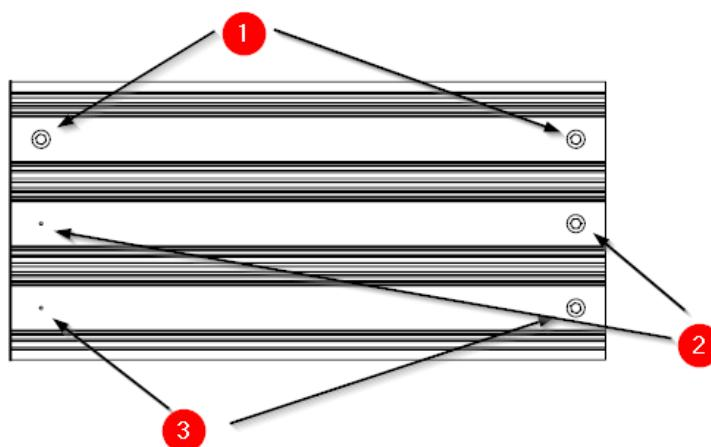

*Abb. 2 Entfernen der Frontabdeckungen*
Um das Gerät zu verankern, entfernen Sie zunächst die vorderen Abdeckungen des Gehäuses (1, 2 und 3) mit Hilfe des Kunststoffsaugnapfes (4). (Siehe Abb. 2).